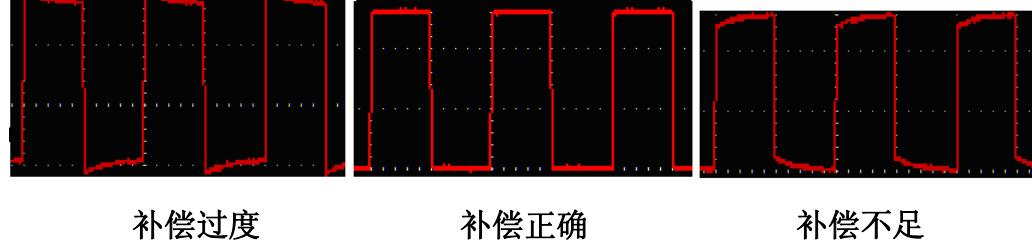

图 4-8：探头补偿显示波形
- 2、检查所显示的波形，调节探头，直到补偿正确。见图 4-8，4-9。